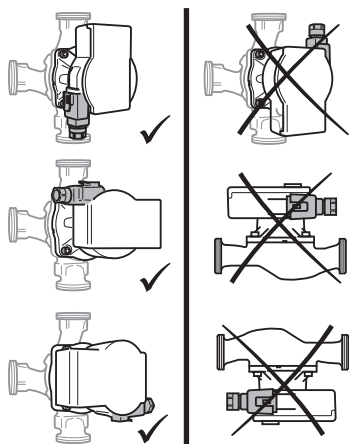

Fig. 2: Монтажные положения
- Место установки выбирать с учетом допустимого монтажного положения (Fig. 2).
- Учитывать допустимое монтажное положение (Fig. 2) насоса, при необходимости повернуть головку электродвигателя (2+6).
- ВНИМАНИЕ! Утечки воды могут повредить модуль регулирования! Верхняя запорная арматура должна быть направлена в сторону, чтобы при утечках вода не могла попасть на модуль регулирования (6).**